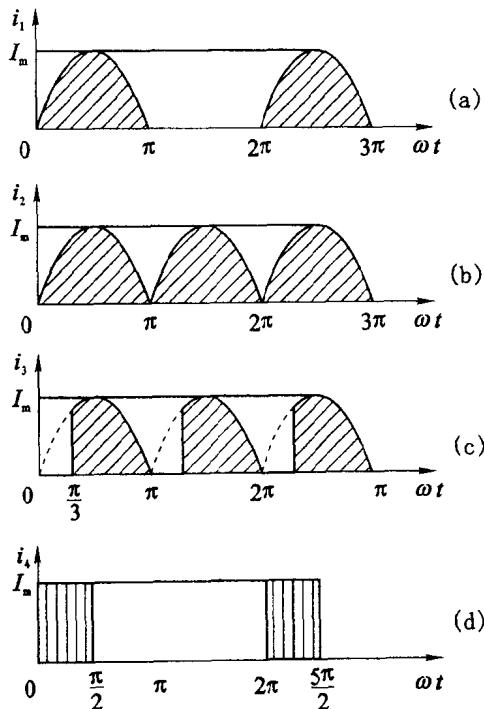

图 1-4 例 1.7 波形图
**例 1.7** 图 1-4 中阴影部分分别表示流过晶闸管的电流波形, 其最大值为  $I_m$ 。
(1) 试计算晶闸管的电流平均值  $I_d$ , 有效值  $I_T$  及波形系数  $K_f$ ;
(2) 选用 KP-100 型晶闸管, 不考虑安全裕量。试计算上述 4 种电流波形下晶闸管能承受的平均电流是多少? 对应的电流最大值  $I_m$  各是多少?